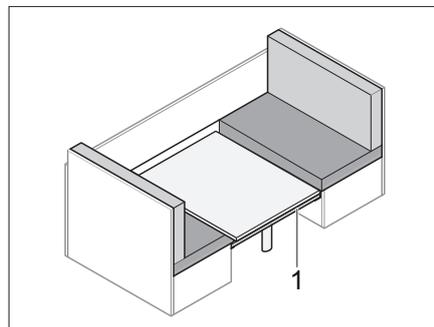

Fig. 59 Table abaissée et barre supplémentaire insérée
- Placer la barrette supplémentaire (Fig. 59,3) entre les banquettes.